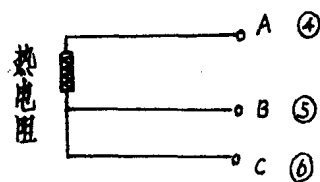

图 3 热电阻接线图
来自热电阻的三根导线 A、B、C(如图 3),分别与相应的接线端子④⑤⑥连接。